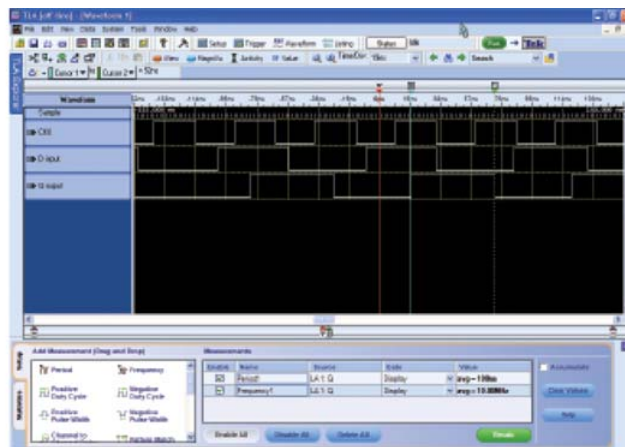

图 23. 采样率与分辨率的关系。
- 由于显示画面的 Y 轴表明时间，因此 Cursor 2 和 Cursor 1 之间的差值即时间测量。显示画面“Delta Time”读数中出现结果 52 ns。测量分辨率取决于采样率，在图 23 中，采样率是 2 ns，如 Sampe 追踪上的记号所示。注意“Delta Time”测量分辨率不能大于采样率。